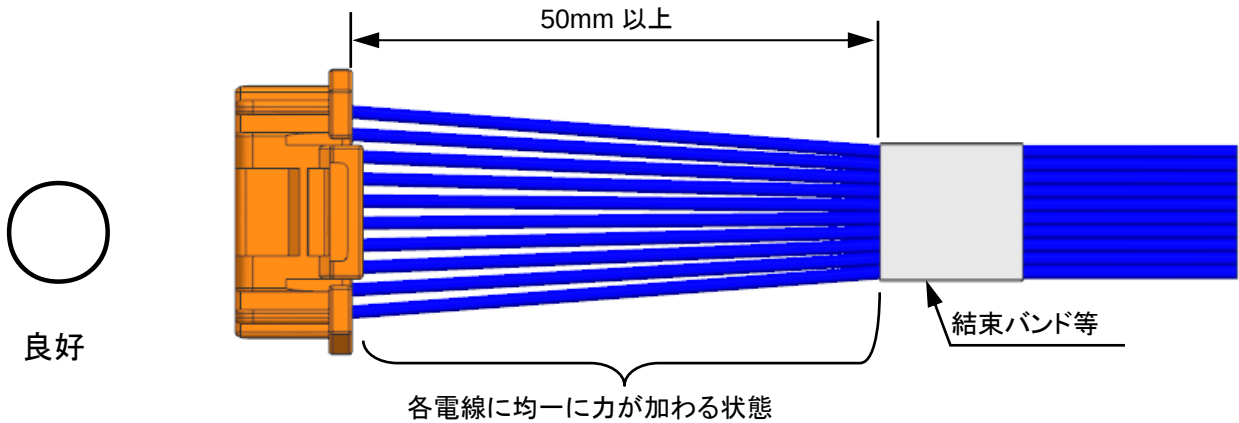

Fig.7-1 適切なハーネス結束状態
- ① 電線の結束は、コネクタから 50mm 以上のところで、電線に加わる力が均一になるようにして下さい。(Fig.7-1)